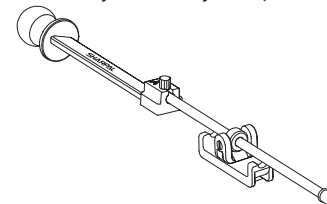

Fig. 3
**Consejo:** Apoye la varilla guía de afilado en la ranura de estacionamiento de la barra de soporte al sujetar las tijeras (Ver Fig. 3).